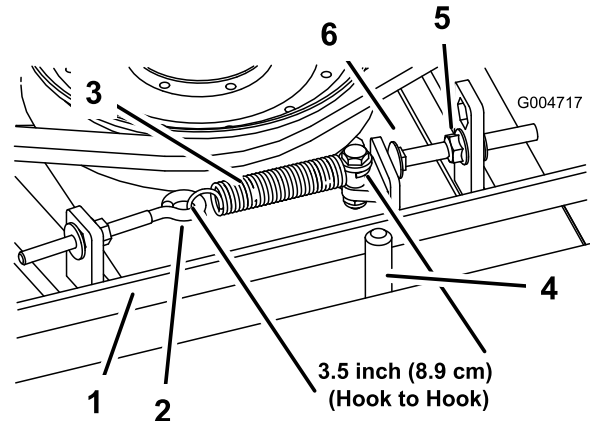

Figura 70
Cuando está correctamente tensado, la longitud del muelle de extensión (entre ganchos) debe ser de 8,9 cm \pm 6 mm aproximadamente (medida interior). Una vez que haya obtenido la tensión correcta del muelle, ajuste el perno de tope (perno de cuello cuadrado) hasta que quede aproximadamente 3 +1,5/0,0 mm de holgura entre la cabeza del perno y el brazo tensor (Figura 70).
Nota: Asegúrese de que la correa está colocada en el lado del muelle de la guía de la correa (Figura 70).
2. Afloje el perno de ojal para poder retirar el muelle de extensión (Figura 70).
3. Afloje la tuerca con arandela prensada que fija el perno de tope a la pletina de montaje. Desenrosque la tuerca lo suficiente para permitir que el brazo tensor pase por el perno de tope (Figura 70). Aleje
8. Vuelva a conectar el muelle de extensión (Figura 70) al perno de ojal y tense la correa de la siguiente manera: